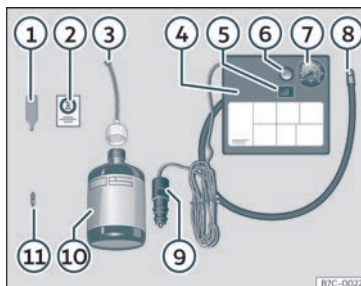

Fig. 38 Representação padrão: conteúdo do kit antifuros.
O kit antifuros está localizado na bagageira, por baixo do revestimento do piso. Inclui os seguintes componentes »» Fig. 38:
- Desenrosque a proteção e o obus da válvula do pneu. Utilize o aparelho »» Fig. 38 ① para retirar a carga. Coloque-o numa superfície limpa.
- Agite com força a garrafa de vedante de pneus »» Fig. 38 ⑩.
- Enrosque o tubo de enchimento »» Fig. 38 ③ na garrafa de vedante. O selo da garrafa partir-se-á automaticamente. »
• Remova o tampão do tubo de enchimento »» **Fig. 38 ③** e enrosque a extremidade aberta do tubo na válvula do pneu.
• Volte a colocar o obus com o aparelho »» **Fig. 38 ①** na válvula do pneu.
• Enrosque o tubo de enchimento do pneu do compressor »» **Fig. 38 ⑧** na válvula do pneu.
• Verifique se o parafuso de evacuação de ar está fechado »» **Fig. 38 ⑥**.
• Ligue o conector »» **Fig. 38 ⑨** à tomada de corrente de 12 volts do veículo »» Página 160.
• Ligue o compressor de ar com o interruptor ON/OFF »» **Fig. 38 ⑤**.
• Cole o autocolante »» **Fig. 38 ②** no painel de instrumentos, dentro do campo visual do condutor.
Volte a enrosocar o tubo de enchimento »» **Fig. 38 ⑤** e verifique a pressão no manómetro **⑥**.